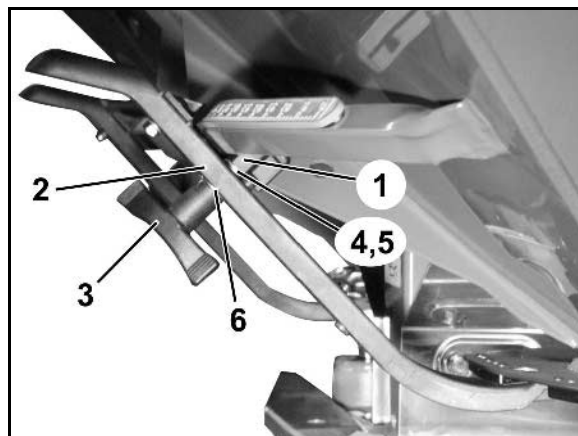

Fig. 15
6. Montar el dispositivo de sujeción (Fig. 15/1) de la palanca reguladora (Fig. 15/2) del siguiente modo:
7. Soltar la tuerca de mariposa (Fig. 15/3).
8. Desenroscar el tornillo e intercambiar la posición de ambas arandelas (Fig. 15/4) de atrás (Fig. 15/5) hacia delante (Fig. 15/6).